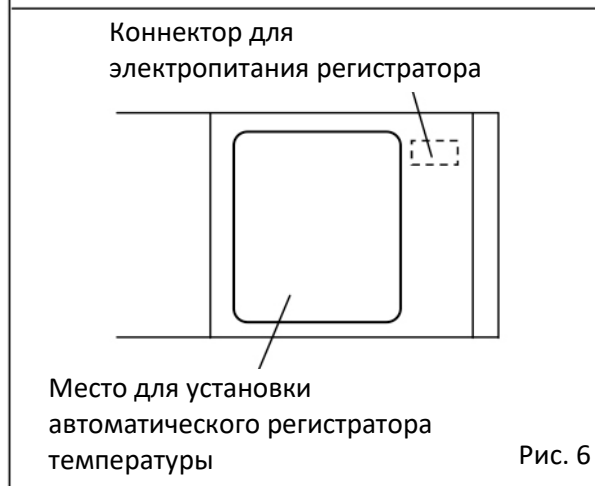

Рис. 6
9. Установите регистратор температуры с рамкой в место для установки регистратора температуры (Рис. 6).
9. Присоедините коннектор регистратора к коннектору для электропитания регистратора, расположенному справа сверху внутри места для установки регистратора температуры (Рис. 6).
8. Поставьте крышку батарейной коробки на батарейную коробку и закрепите крышку батарейной коробки винтами (три винта справа и слева, Рис. 6).